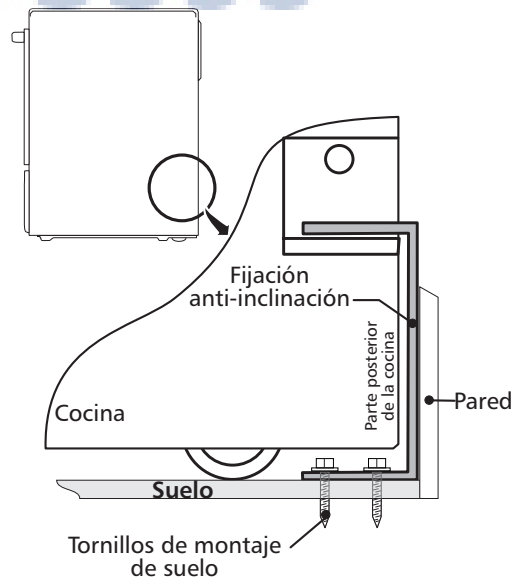

Figura 18
- Deslice la cocina hacia su lugar asegurándose que la pata de centro trasera está completamente segura con el soporte anti-inclinación (Figura 18). Baje la cocina ajustando las 4 patas de nivelación hasta que la plancha de cocinar está apoyada en el mostrador. Refiere a la "Nivelación de la cocina".